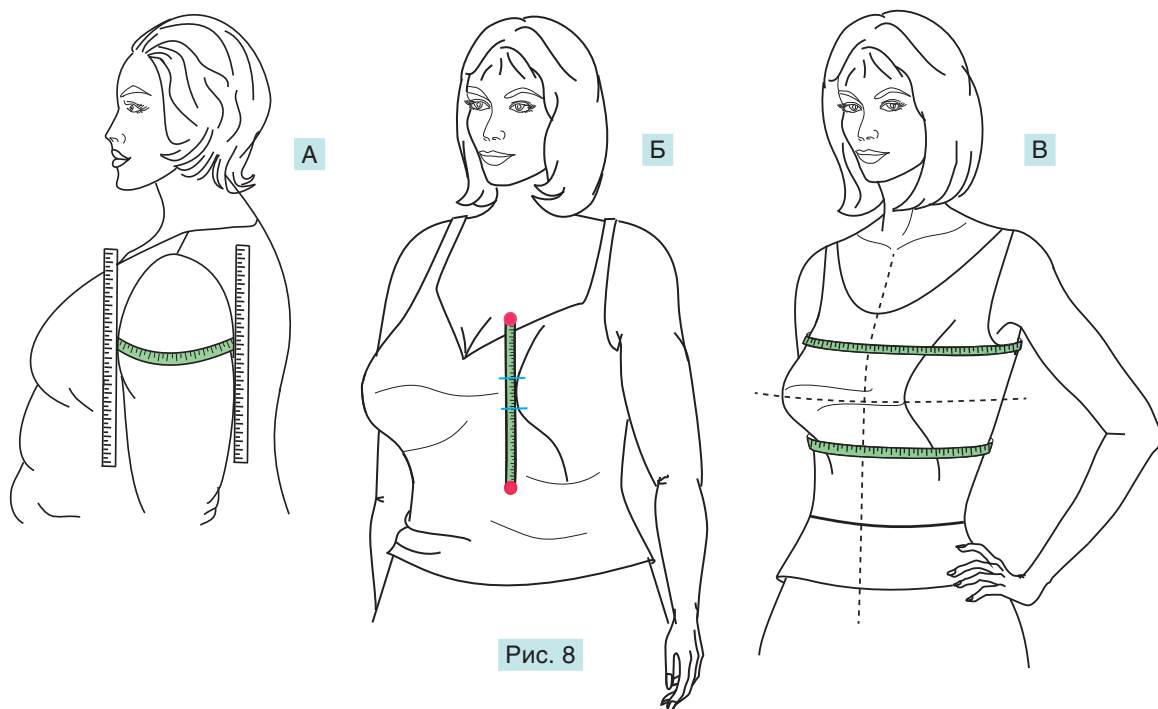

Рис. 8
- особенности строения тела (рис. 8А): для конструирования удобного рукава или изделий в виде накидок для фигур с полными руками необходимо дополнительно измерить обхват изгиба плеча;
- рельефные швы (рис. 8Б): в тех случаях, когда шов располагается на выступающей части груди; например, для оформления шва типа «принцесс» или шва, проходящего по линии нагрудной вытачки, важно измерить прилегание груди, чтобы изделие красиво повторяло ее форму;
- стиль одежды (рис. 8В): для лиффов и платьев корсетного типа; замеры обхватов над и под уровнем груди позволят создать изделие, которое будет держаться на груди и не соскальзывать.